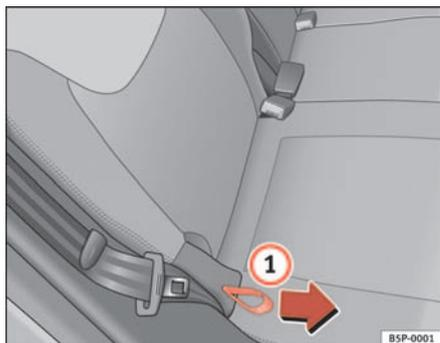

Fig. 98 Réglage de l'inclinaison du dossier, banquette arrière
- Saisissez le haut du dossier. Tirez la dragonne latérale du siège ⇒ page 135, fig. 98 ① dans le sens de la flèche et maintenez la dragonne en position. Rabattez le dossier du siège vers l'arrière en position souhaitée, puis relâchez la dragonne.